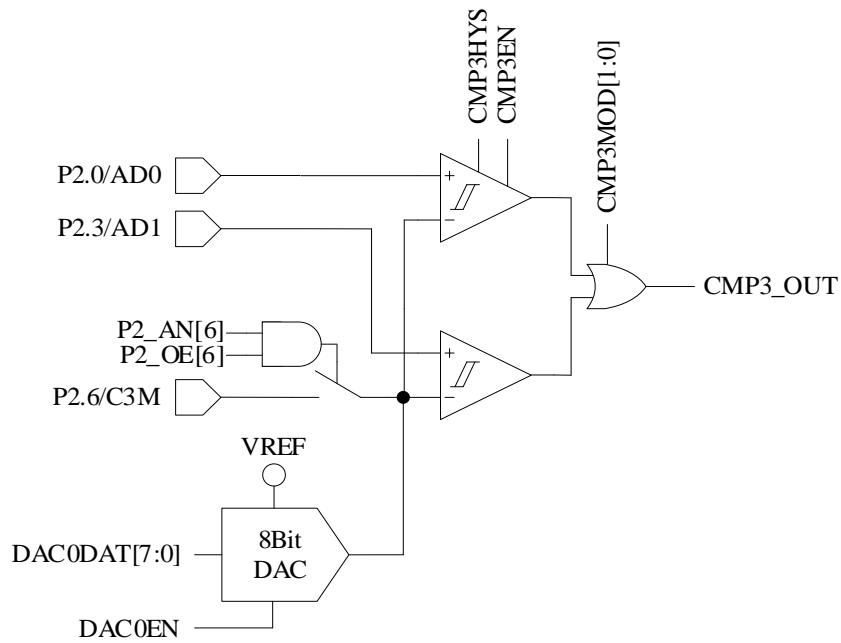
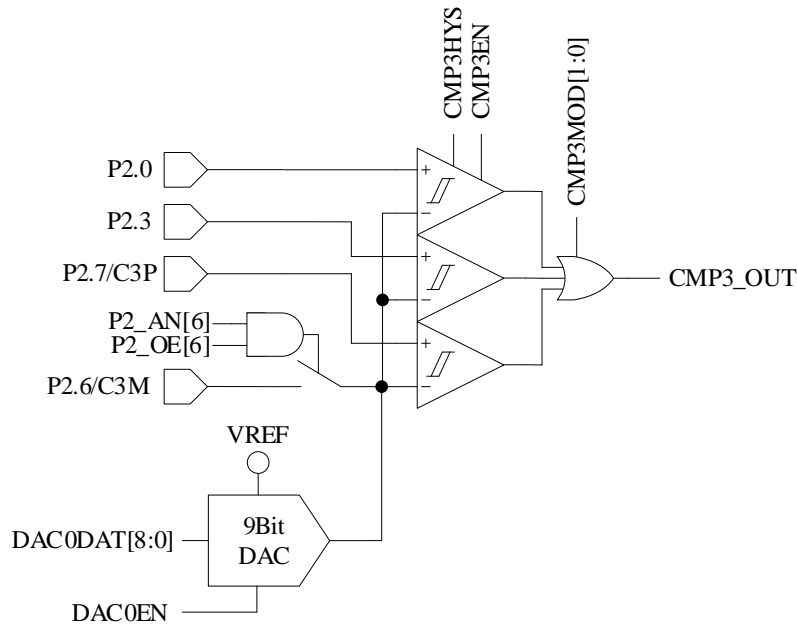

图 29-3 双比较器输入模式
图 29-4 三比较器输入模式
- 配置 CMP_CR1[CMP3MOD] = 01，CMP3 为双比较器输入模式，具体输入输出端口及接法如图 29-3 所示
- 配置 CMP_CR1[CMP3MOD] = 1X，CMP3 为三比较器输入模式，具体输入输出端口及接法如图 29-4 所示
| | | 01: 双比较器模式, P2.0 和 P2.3 接正输入端, 参考图 29-3 1X: 3 比较器模式, P2.0、P2.3 和 P2.7 接正输入端, 参考图 29-4 |